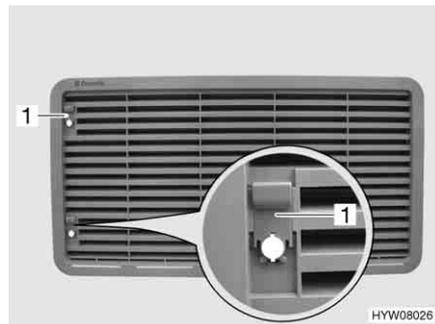

Fig. 169 Rejilla de ventilación del frigorífico (con corredera)
- Empujar la corredera (Fig. 169,1) hacia arriba.